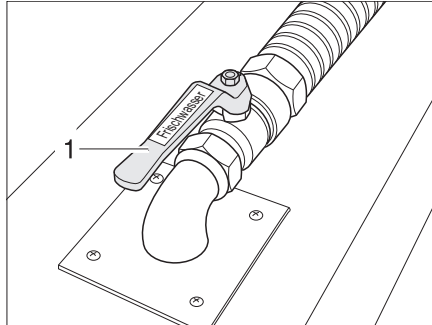

Fig. 238 Llave de desagüe en el doble fondo
La llave de desagüe (Fig. 238,1) está colocada en el doble fondo. La llave de desagüe está identificada con el rótulo "Agua potable".
- Abrir la llave de desagüe (Fig. 238,1). Se vacía el agua.